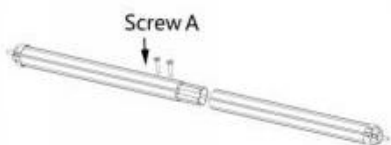

Figure C13
3.5.1 Extraiga el tubo del rodillo de la cortina lateral y los tubos de conexión internos correspondientes, conéctelos como se muestra en la figura y fíjelos con tornillos autorroscantes A para formar un conjunto (Figura C13). Extraiga la barra de contrapeso de la cortina lateral y los tubos de conexión internos correspondientes, conéctelos como se muestra en la figura y fíjelos con tornillos